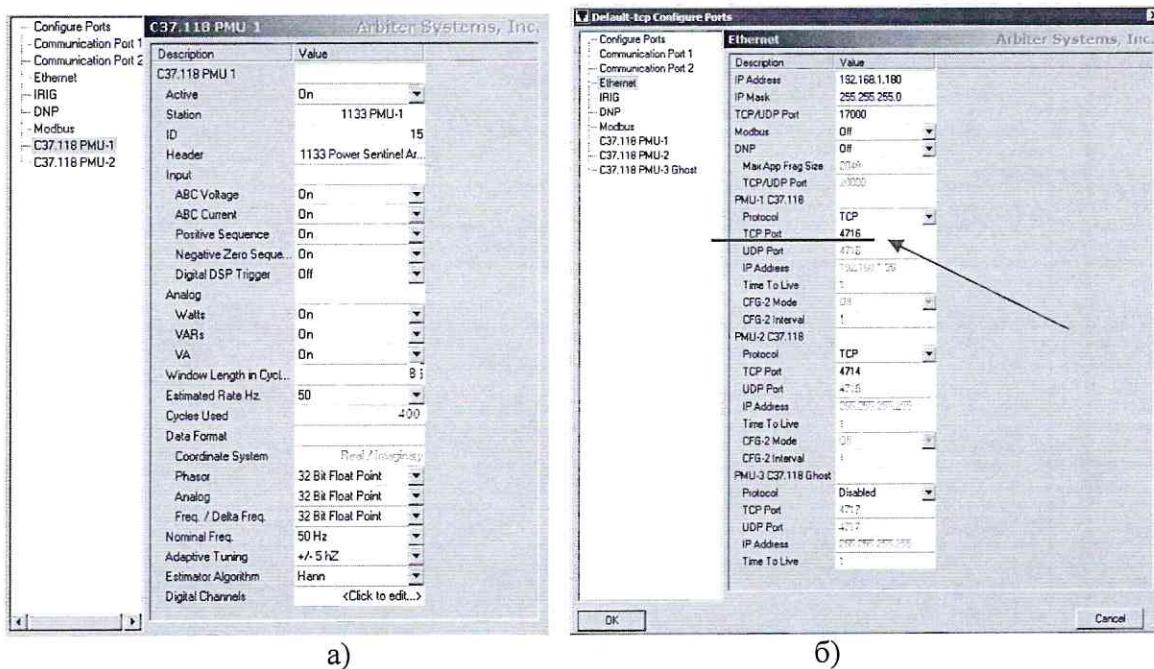

Рисунок 3
7.3.4.8 В ПО PSCSVTM выберите меню Connection > Configure> Communication Ports > C37.118 PMU1, (рисунок 3а) установить для счетчика 1133A:
7.3.4.9 Задать параметры конфигурации порта Ethernet, рисунок 3б). Из ниспадающего списка для PMU-1 C37.118 выбрать протокол TCP и записать номер TCP порта (4716, рисунок 3б)) определенный ПО PSCSVTM, (номер TCP порта необходим для связи со счетчиком 1133 A в программе UVITest) и нажать кнопку OK для записи параметров в память счетчика 1133A.